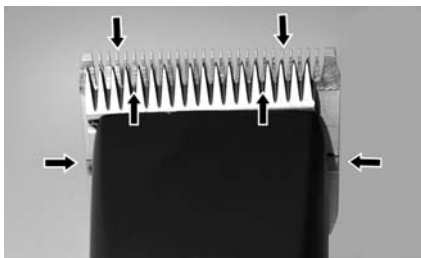

Fig. 22
Para obter bons resultados de tosquia e para aumentar a longevidade da máquina e das cabeças de tosquia, é necessário a aplicação regular de uma fina camada de lubrificante entre a lâmina superior e inferior (fig. 22).
- Lubrifique suficientemente (e não em demasia) as lâminas de corte durante a tosquia (pelo menos em intervalos de 15 minutos), para que elas não fiquem secas (fig. 22).
As lâminas devem ser lubrificadas antes, durante e depois de cada utilização. Quando as lâminas deixam tiras ou estão a funcionar com velocidade reduzida, isto é um sinal de que necessitam de ser lubrificadas. Coloque algumas gotas de lubrificante adiante e lateralmente às lâminas (ver setas na fig. 22). Limpe o lubrificante em excesso com um pano suave e seco. Os sprays de lubrificação não contêm óleo suficiente para uma boa lubrificação, mas servem como forma de arrefecimento das lâminas. Na eventualidade de lâminas danificadas, substitua-as de imediato para evitar o risco de lesões.